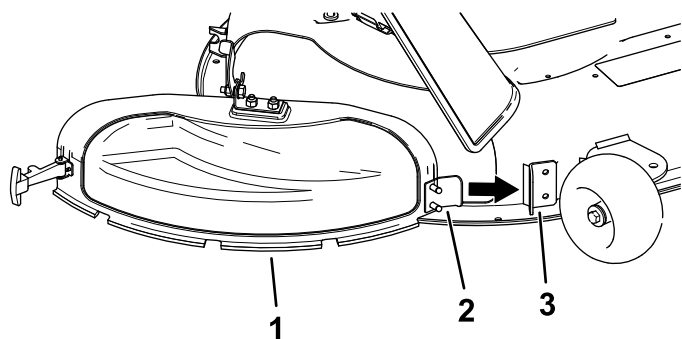

Figura 13
- Introduzca la pestaña metálica de la tapa de descarga en la ranura del soporte que está soldado a la carcasa de corte (Figura 13).